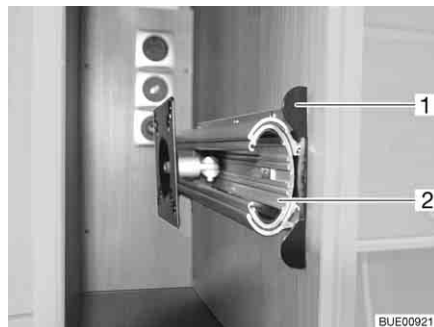

Fig. 68 Support dans le meuble de télévision
- Enfoncer la barre de déverrouillage (Fig. 68,1).
- Faire entièrement sortir la rallonge (Fig. 68,2).
- Faire coulisser la rallonge (Fig. 68,2) jusqu'à ce que la barre de déverrouillage (Fig. 68,1) s'encliquette.